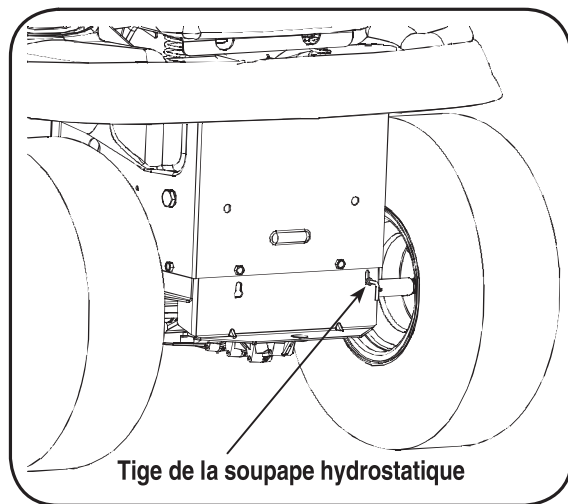

Figure 4-7
- Localisez la tige de la soupape hydrostatique de dérivation sur l'arrière du tracteur. Voir la Figure 4-7.